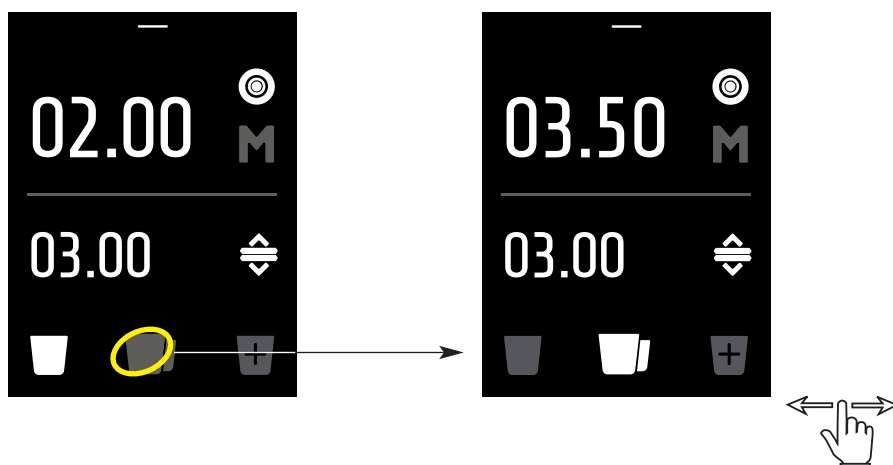

Fig. 5
- 3 Ingresar a la página de la dosis deseada (una, dos o extra) presionando el ícono de página (véase Fig. 5) **o deslizando su dedo en la pantalla para cambiar la página.**